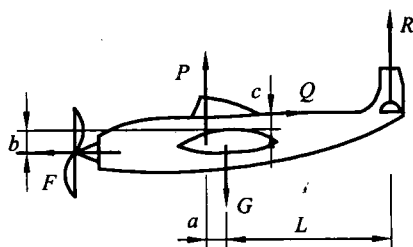

图 2.17
13. 如图 2.17 所示, 当飞机作稳定飞行时, 所有作用在它上面的力都必须相互平衡。已知飞机的重量为 $G=30$ kN, 螺旋桨的牵引力 $F=4$ kN。飞机的尺寸: $a=20$ cm, $b=10$ cm, $c=5$ cm,